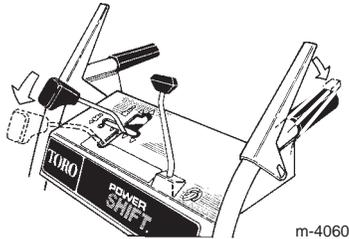

Bild 21
2. Bewegen Sie den Fahrtriebshebel ganz nach vorne in die Position Power Shift und lassen Sie ihn dort (Bild 21).
3. Kuppeln Sie den Fahrtriebshebel ganz ein, um die Räder in die andere Position zu bringen (Bild 21 und 22).